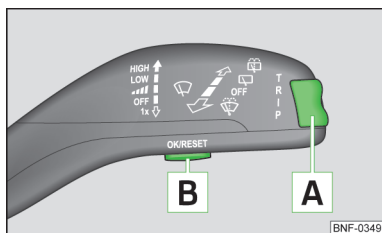

Fig. 7
Comutarea între cele două memorii se face de la tasta » fig. 7 la pagina 12 din maneta de acționare a ștergătoarelor.
Tasta basculantă și tasta se găsesc în maneta de acționare a ștergătoarelor de parbriz » fig. 7.
» Apăsați repetat tasta » fig. 7.
» Apăsați scurt pe tasta basculantă » fig. 7, în partea de sus sau în partea de jos. Astfel accesați consecutiv funcțiile individuale ale afișajului multifuncțional.
- » Apăsați mai lung tasta » fig. 7.
- » Apăsați tasta basculantă » fig. 7 la pagina 12 în sus sau în jos, pentru a comuta pe afișarea orei.
Pe ecran apare durata de deplasare de la ultima ștergere a memoriei » pagina 11. Dacă se dorește măsurarea timpului începând de la un anumit moment, atunci la acel moment memoria trebuie adusă la zero, prin apăsarea tastei » fig. 7 la pagina 12.
Dacă se dorește determinarea consumului mediu de combustibil într-un anumit interval de timp, atunci trebuie adusă la zero memoria la începutul măsurării, cu ajutorul tastei **B** » fig. 7 la pagina 12. După ștergere, în primii 300 metri, pe afișaj se vor afișa linii.
Dacă se dorește măsurarea distanței de deplasare începând de la un anumit moment, atunci la acel moment memoria trebuie adusă la zero, prin apăsarea tastei **B** » fig. 7 la pagina 12.
Pe afișaj este indicată viteza medie în km/h de la ultima ștergere a memoriei » pagina 11. Dacă se dorește măsurarea vitezei medii într-un anumit interval de timp, atunci trebuie adusă la zero memoria la începutul măsurării, cu ajutorul tastei **B** de pe maneta ștergătoarelor de parbriz » fig. 7 la pagina 12.
- » Cu ajutorul tastei **A** » fig. 7 la pagina 12, selectați punctul de meniu **Avertizare la depășirea vitezei**.
➤ Cu ajutorul tastei **[A]** » fig. 7 la pagina 12, selectați punctul de meniu **Avertizare la depășirea vitezei**.